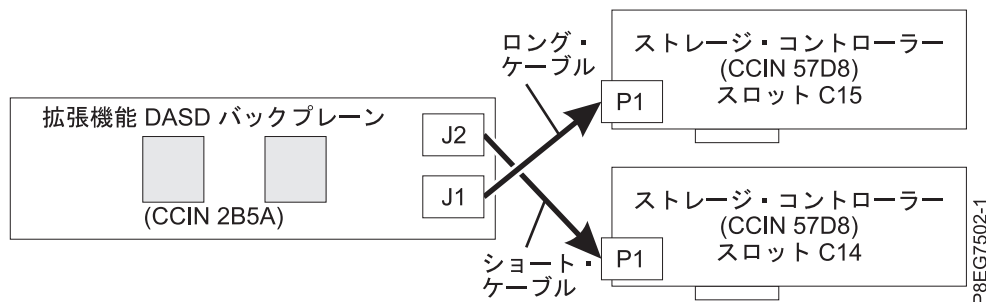

図 8. 拡張機能構成での SAS ケーブルの再接続
- 長い SAS ケーブルは、下部のディスク・ドライブ・バックプレーン・コネクタ (J1) からスロット P1-C15 にある SAS RAID 内部アダプターの P1 コネクタに接続されています。図 8 を参照してください。